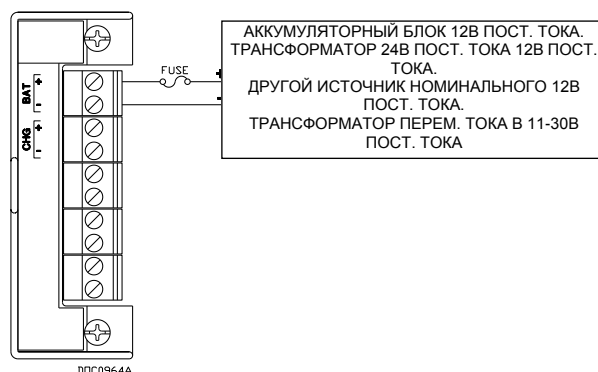

Рисунок 5. Питание 12 В пост. т. и проводка BAT+ / BAT–
- источника 12 В пост. т. в зажим под соответствующим винтом BAT+ / BAT– (см. Рисунок 5) ИЛИ
- источника 24 В пост. т. в зажим под соответствующим винтом + / –. Клемма + должна быть снабжена предохранителем (см. Рисунок 5) ИЛИ
- источника 11-30 В пост. т. в зажим под соответствующим винтом + / – (см. Рисунок 5).